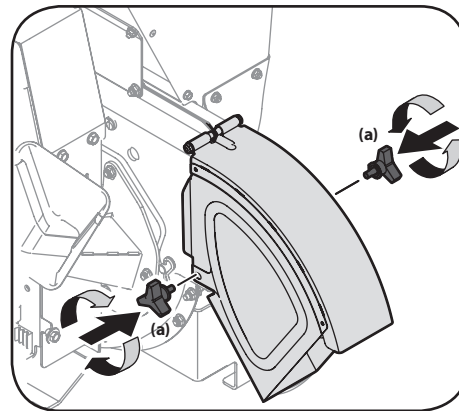

Figura 3-3
5. Ajuste ambos costados del canal deflector a la caja del motor utilizando las perillas a mariposa (a) que había sacado en el Paso 1. Vea la Figura 3-3.